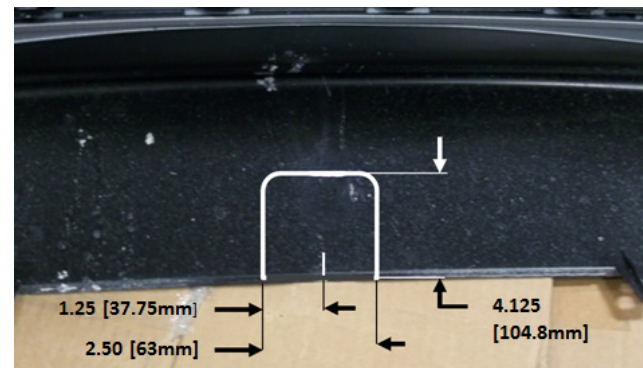

Figure 3
8. **Découpe du carénage :** Se servir de la ligne de centre marquée à l'étape 1 pour la découpe de 2,50 x 4.125 Utiliser la perceuse pour former le rayon. Voir la Figure 3.